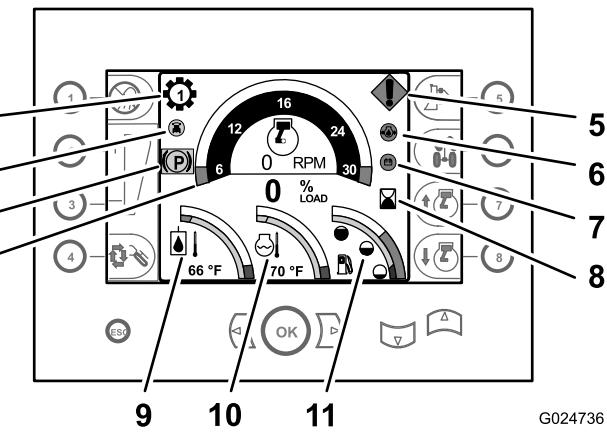
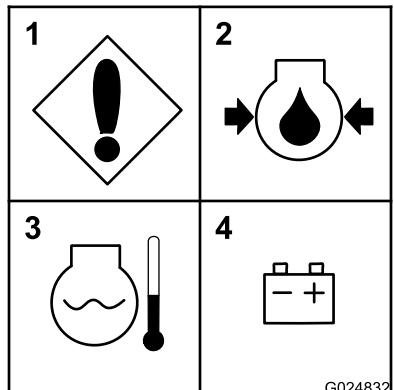

Figura 30
Figura 31
- **Indicador de marchas** – Este indicador muestra la marcha que está seleccionada para la transmisión (marchas de 1 a 4), y está situado encima y a la izquierda del taquímetro (Figura 30).
- **Indicador de inclinación automática** (Kit opcional) – Indica si la función de inclinación automática está activada o desactivada. El indicador de inclinación automática está situado justo debajo y a la izquierda del indicador de marchas (Figura 30).
- **Taquímetro** – El taquímetro muestra la velocidad del motor en revoluciones por minuto (rpm). El taquímetro está situado en el centro de la parte superior de la pantalla del Centro de control (Figura 30).
- **Contador de horas** – El contador de horas muestra el número de horas de operación del motor. Está situado en la zona central derecha de la pantalla del Centro de control, a la derecha del taquímetro (Figura 30).
- **Indicador de la temperatura del aceite hidráulico** – Este indicador muestra la temperatura de trabajo del aceite hidráulico, y está situado en la zona inferior izquierda de la pantalla del centro de control (Figura 30).
- **Indicador de la temperatura del refrigerante** – Este indicador muestra la temperatura del refrigerante del sistema de refrigeración del motor. Está situado en la zona central inferior del grupo de instrumentos (Figura 30).
- **Indicador del nivel de combustible** – Este indicador muestra el nivel de combustible que queda en el depósito, y está situado en la parte inferior derecha de la pantalla del centro de control (Figura 30).
- **Error de la máquina o del motor** – Este mensaje se muestra si se produce una avería en la máquina o el motor. La causa de la avería aparece en los Diagnósticos del Panel de Instrumentos (Figura 30 y Figura 31).
- **Baja presión del aceite del motor** – Este mensaje de advertencia se muestra si la presión del aceite del motor es nula o baja (Figura 30 y Figura 31).
- **Sobreeléctricidad del motor** – Este mensaje se muestra cuando el motor se sobreeléctrica (Figura 30 y Figura 31).
- **Compruebe el alternador o la batería** – Este mensaje aparece si el alternador no carga la batería (Figura 30 y Figura 31).